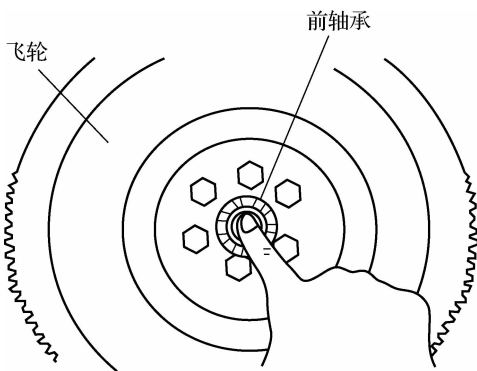

图 6-17 检查第一轴前轴承
(3) 汽车在起步或换挡时踩离合器踏板的瞬间, 变速器发出强烈的金属摩擦声, 而在离合器完全接合后响声消失, 应检查变速器第一轴前轴承是否磨损松旷或损坏, 如图 6-17 所示。如磨损松旷或损坏, 应予以更换。